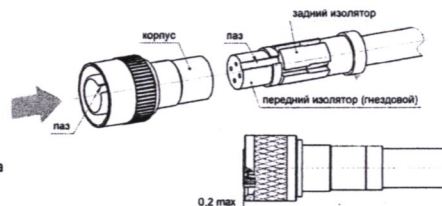

Рисунок 10
- 3.4 Установить собранный пакет в корпус до упора, совместив паз переднего изолятора с пазом корпуса. Правильность установки контролирую измерением указанных размеров. При контроле обеспечить поджатие втулки к корпусу. Величина утопления изолятора относительно корпуса - 0,2 мм max (рисунок 10).